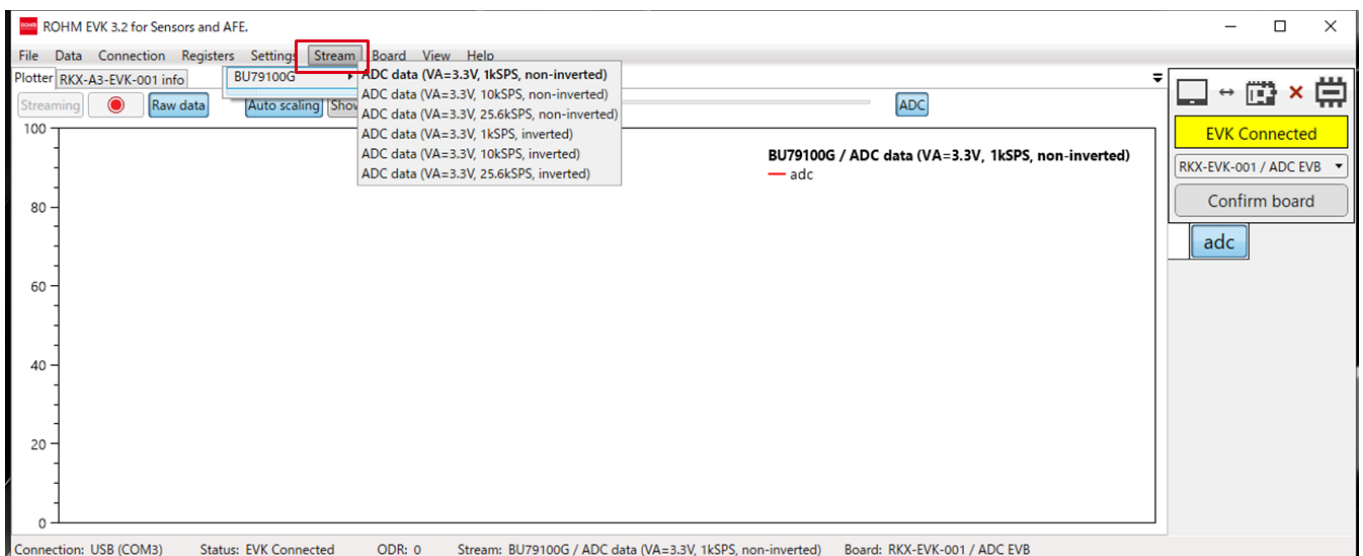

Figure 9. ROHM EVK GUI SW: “Stream”メニュー
4. “Stream”メニューから、使用する設定を選択 (Figure 9)